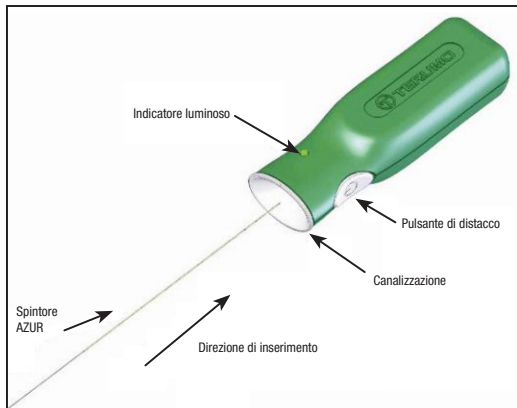

Figura 4: test del dispositivo di controllo del distacco AZUR
12. Aprire la busta del tappo vascolare AZUR e rimuovere l'anello di erogazione. Prima di utilizzare il dispositivo, rimuovere il cuneo dall'anello di erogazione. Mantenendo in posizione l'introduttore e l'impianto del tappo vascolare AZUR, estrarre lo spintore dall'anello di erogazione in modo da esporre l'estremità prossimale dello spintore. Prestare attenzione a non contaminare questa estremità dello spintore con sostanze estranee come sangue o mezzo di contrasto. Inserire saldamente l'estremità prossimale dello spintore nella sezione di canalizzazione del dispositivo di controllo del distacco AZUR. Vedere la Figura 4. **Non premere il pulsante di distacco in questo momento.**
31. Collegare l'estremità prossimale dello spinatore al dispositivo di controllo del distacco AZUR inserendoli saldamente l'estremità prossimale dello spinatore nella sezione di canalizzazione del dispositivo di controllo del distacco AZUR. Vedere la Figura 4.